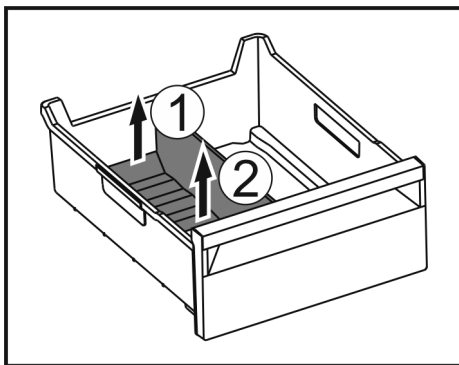

Fig. 179
- Ngrini lart pjesën e pasme të ndarësit të sirtarit të akullit. Fig. 179 (1)
- Hiqeni ndarësin e sirtarit të akullit nga lart. Fig. 179 (2)